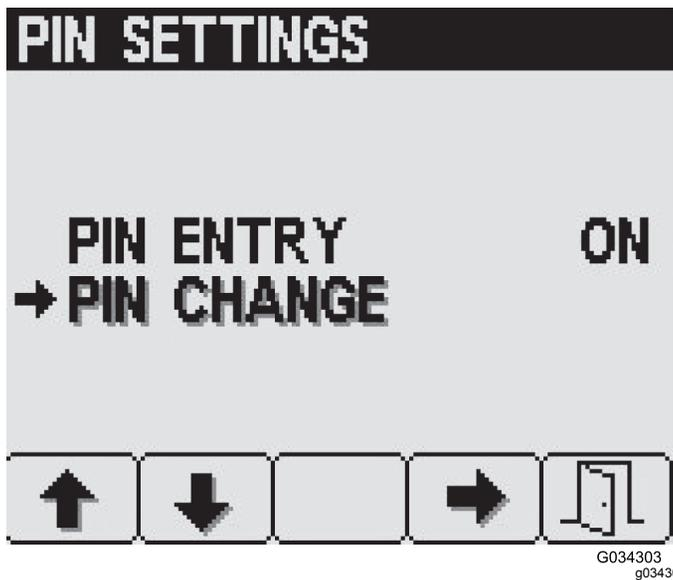

Figura 34
3. Dalla schermata Impostazioni PIN, premete il pulsante 2 per navigare all'opzione Modifica PIN, poi premete il pulsante 4 per selezionare Modifica PIN (Figura 34).